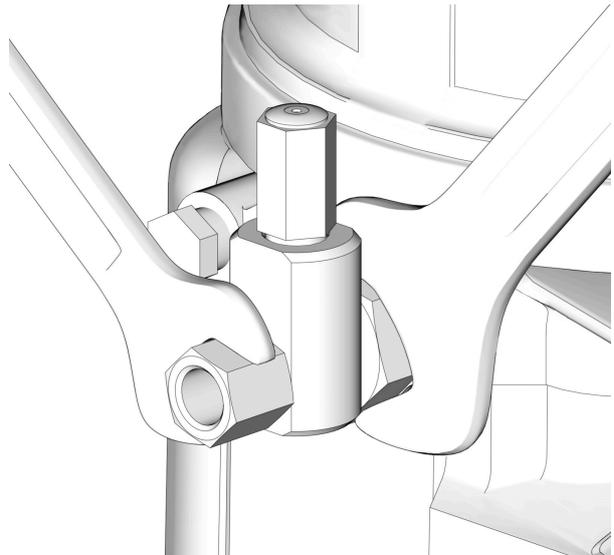

図 27
1. ポンプ・エレメントの取り付け金具を緩めます(図 27)。
3. 反対方向に働く二本のレンチを使用してえポンプ・エレメントの取り付け金具を締めてください(図 27)。